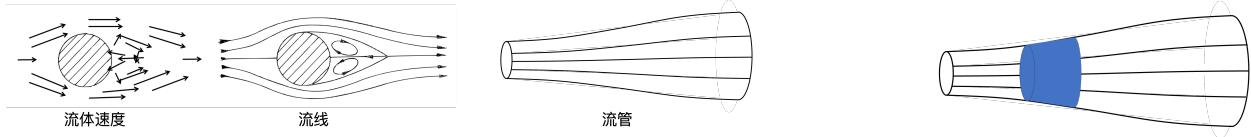

图 10. 流场、流线、流管
1. 定常流动 (*steady flow*) 定常流动是一种简单且常见的流动方式。所谓定常流动，是指流场各处的流速 \vec{v} 不随时间变化的情形 $\vec{v} = \vec{v}(\vec{x})$ 。注意，流体做定常流动时，流速仍然可能随着空间改变，即不同地点的流速可以不同。而另一方面，如果追踪一个流体元的运动，其速度仍然会发生改变，因此定常流动时流体元仍然具有加速度。在定常流动中，流线和流管是静止不动的，流体在流管中运动，如图 10 所示。